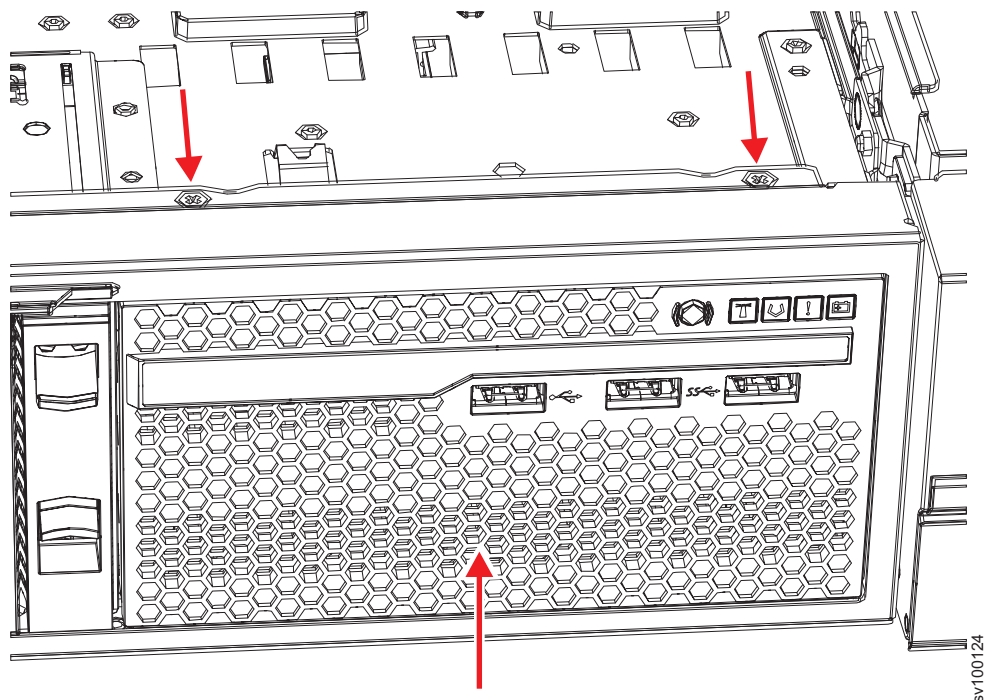

図 163. 2145-SV1 オペレーター情報パネルの交換
2. 203 ページの図 163 に示すように、ノードの前面から、オペレーター情報パネルをスライドさせて、所定の位置にカチッと音をたてて収まるまでノード内に押し込みます。